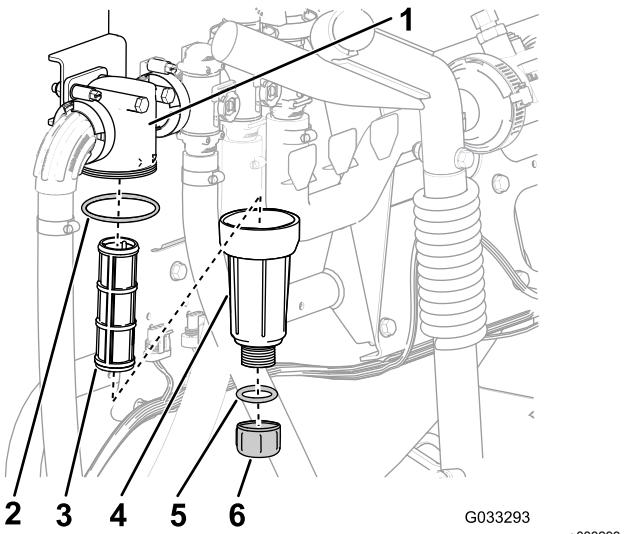

Figure 55
2. Placez un bac de vidange sous le filtre sous pression (Figure 55).
3. Tournez le bouchon de vidange dans le sens antihoraire et déposez-le de la cuvette du filtre sous pression (Figure 55).
4. Tournez la cuvette dans le sens antihoraire et déposez la tête du filtre (Figure 55).
5. Retirez l'élément du filtre sous pression usagé (Figure 55).
6. Contrôlez l'état et l'usure du joint torique du bouchon de vidange (à l'intérieur de la cuvette) et du joint torique de la cuvette (à l'intérieur de la tête du filtre) (Figure 55).
7. Montez le nouvel élément filtrant dans la tête du filtre sous pression (Figure 55).
8. Vissez la cuvette sur la tête du filtre et serrez-la à la main (Figure 55).
9. Vissez le bouchon sur la cuvette à la main (Figure 55).